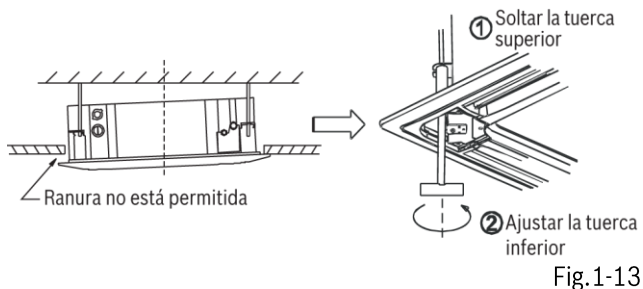

Fig.1-13
- En caso de que la ranura entre el panel y el techo todavía persista después de ajustar los tornillos, se recomienda ajustar nuevamente la altura de la unidad interior. (véase fig. 1-13 izquierda)
- Es posible modificar la altura de la unidad interior a través de las aperturas en las cuatro esquinas del panel, en caso de que el movimiento de la unidad interior y la tubería de desagüe no influya (véase fig. 1-13 derecha).